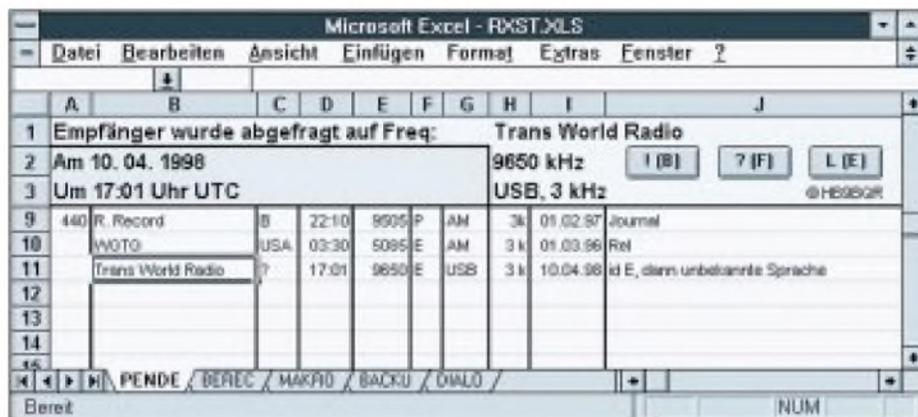
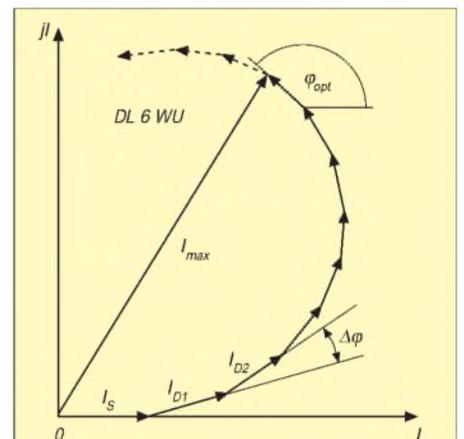

Bild 9: Die Rückmeldung, nachdem durch Mausklick auf ! (oder Ctrl B) die Frequenz von Radio Tezulutlän eingestellt wurde
Bild 2: Theoretisches Vektordiagramm der Feldstärke in Strahlrichtung einer Yagiantenne (I_s = Strom im Strahler, I_D = Ströme in den Direktoren)
Ich habe einfach meine Excel-Pendenzliste (Bild 2) verwendet und sie noch mit einem geeigneten Kopf (Bild 9, Zeilen 1 bis 3) ergänzt. Der Kopf enthält drei eigens für diese Anwendung gestaltete Schaltflächen !, ? und L, die drei makroprogrammierte Funktionen auslösen:
Daten werden dabei via Windows-Zwischenspeicher übertragen (s. Bilder 4, 7 und 8). Bild 6 zeigt den Aufbau der Makrosequenz, die abläuft, nachdem eine Frequenz eingestellt wurde (Mausklick auf ! und anschließend Anzeige des Tabellenkopfs gemäß Bild 9). Man beachte, wie die Sequenz sowohl auf das Tabellenblatt PENDE, wie auch auf das Blatt BEREC zugreift. Bild 3 zeigt das Logbuch mit einigen Testempfangen. Excel setzt die Spalten Zeit, QRG, M, B und Datum vom Empfänger bzw. Excel automatisch in die Zeile. Die Spalten SP, Station, ITU, S und Bemerkungen sind für die Handeingabe vorgesehen. Aber auch alle anderen Einträge lassen sich manuell verändern, wie man das von Excel gewohnt ist. Die Frequenz wird in der Tabelle auf Kilohertz gerundet dargestellt, jedoch vom Dokument auf 1 Hz genau geführt.
- Tabelle PENDE enthält die Pendenzliste mit den Hörtips im Klartext (s. Bild 2).